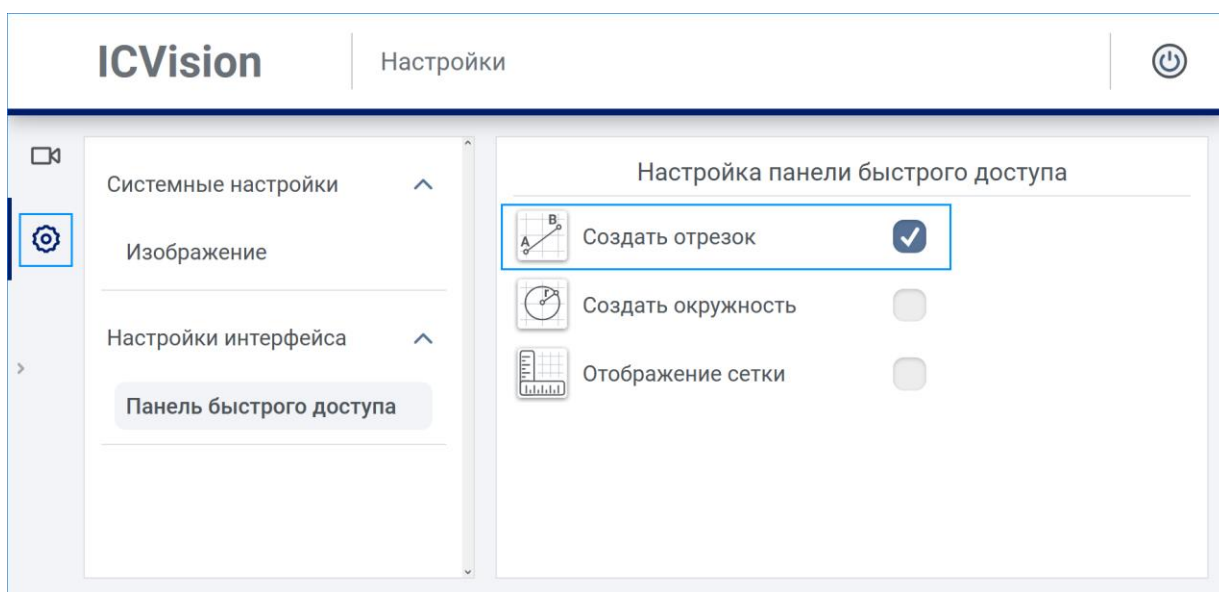

Рисунок 15 – Добавление инструмента "Создать отрезок" на панель быстрого доступа
2.2.4.24 Откройте меню настройки, перейдите в настройки интерфейса "Панель быстрого доступа", отметьте поле "Создать отрезок" для добавления данного инструмента на панель быстрого доступа (см. Рисунок 15).